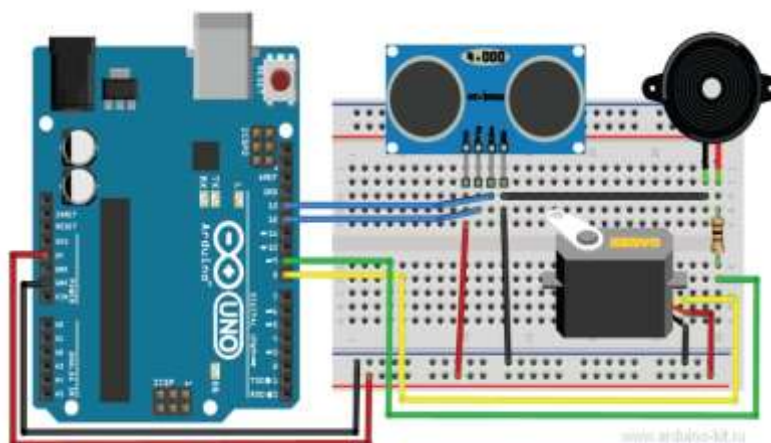

Рисунок 1 – Схема подключения ультразвукового датчика
1. Закрепляем датчик расстояния HC-SR04 на сервоприводе. Подключаем датчик HC-SR04, пьезозуммер и сервопривод к плате Arduino по схеме на рис.1.